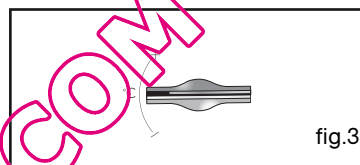

fig.3
Ajustez le réglage de l'heure avec les touches + et - (fig.3).
Il vous est cependant possible d'ajuster la température en actionnant la manette de sélection de température vers + ou - (fig.3).
Exemple : 30 min de cuisson (fig.3).
- l'indicateur de durée de cuisson et 0:00 clignotent (fig.3),